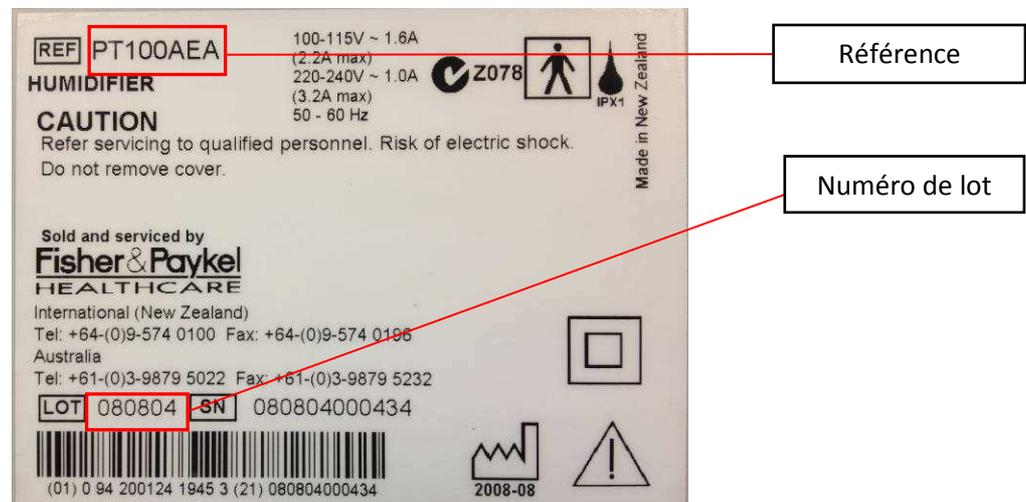

Figure 1. Modèle échantillon et numéro de lot.
Les détails suivants peuvent être trouvés sous chaque unité comme le montre la figure 1 ci-dessous.
- Etape 4:** Vérifier la référence et le numéro de lot de votre dispositif. Cette information peut être trouvée sous le dispositif. (Voir Figure 1).